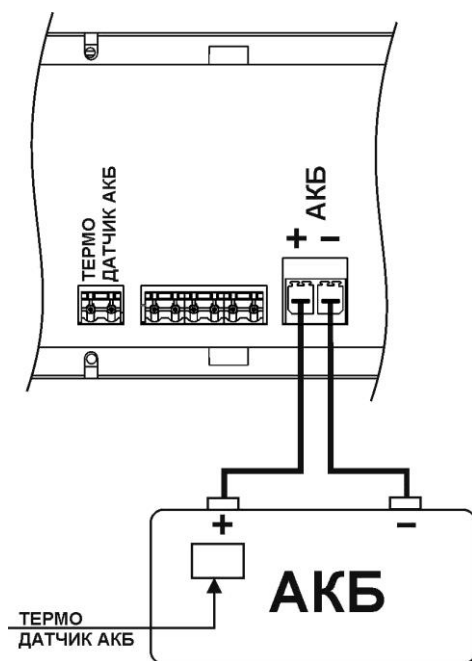

Рисунок 4 – Подключение АКБ и термодатчика АКБ.
- подключите к источнику, соблюдая полярность, перемычки для подключения внешней АКБ (см. рис. 4) (перемычки АКБ входят в комплект поставки);
- при необходимости термокомпенсации напряжения заряда АКБ подключите термодатчик к контактам колодки «Термодатчик АКБ». Чувствительный элемент термодатчика закрепите на корпусе внешней АКБ в непосредственной близости от клеммы «+» с помощью липкой ленты. Для корректной работы термодатчика необходимо обеспечить плотное прилегание чувствительного элемента датчика к поверхности корпуса батареи (см. рис. 4);